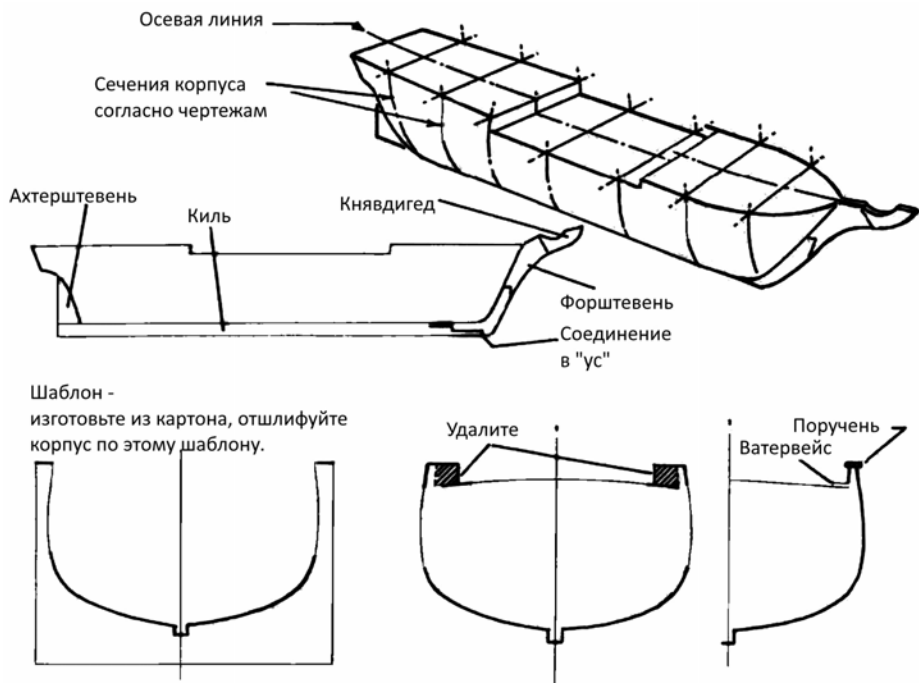

Рис. 10-5. Шаги подготовки монолитного корпуса (Приводится с разрешения Northshore Deadeyes, Ltd).
- ♦ Можете приклеить палубный настил одним куском (Рис. 10-5). Размеченный настил часто идет в наборе или целиком, или в виде нарезанных планок (См. Главу 9)